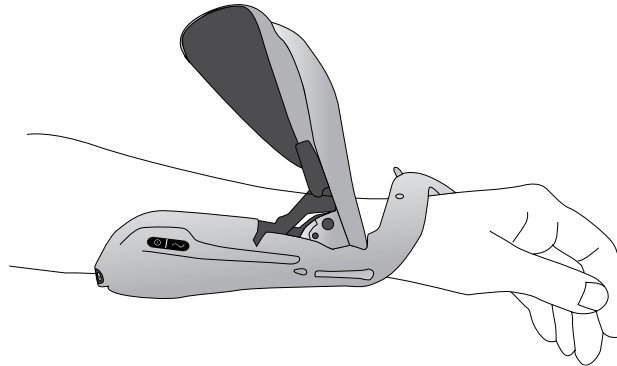

Figura 6-6 - Posizionamento dell'ortosi
2. Avvolgere l'avambraccio con l'ortosi e posizionarvi sopra il supporto del flessore (Figura 6-6).